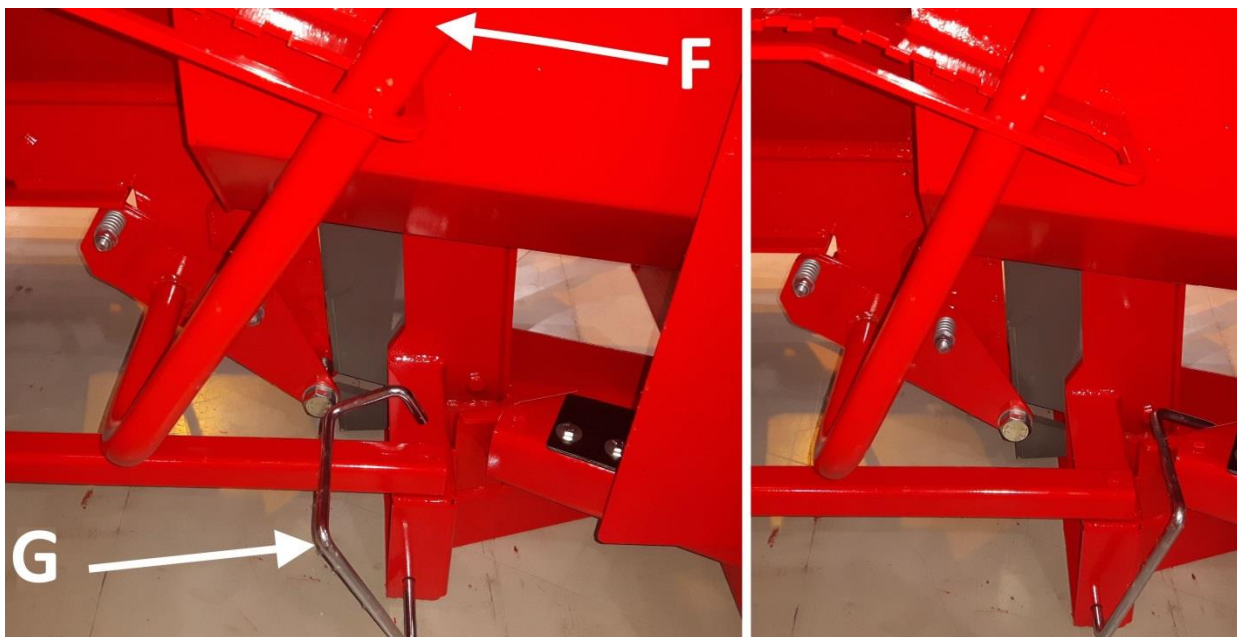

Bild 16. Klyvbettet löstagbart till vänster i bild, låst till höger.
Om du lyfter bettet till det övre läget och "rengör" bettets underlag från ved, kan du på en gång sänka bettet till dess nedersta läge (bild 16, höger). Under rengöring eller byte av klyvbett måste maskinskyddet öppnas eller så ska maskinen kopplas bort från ström för att förhindra klyvning och sågning.
2. Sänk ned klyvbettet till dess nedersta läge med spak F (Bild 11), som till vänster på bild 16.